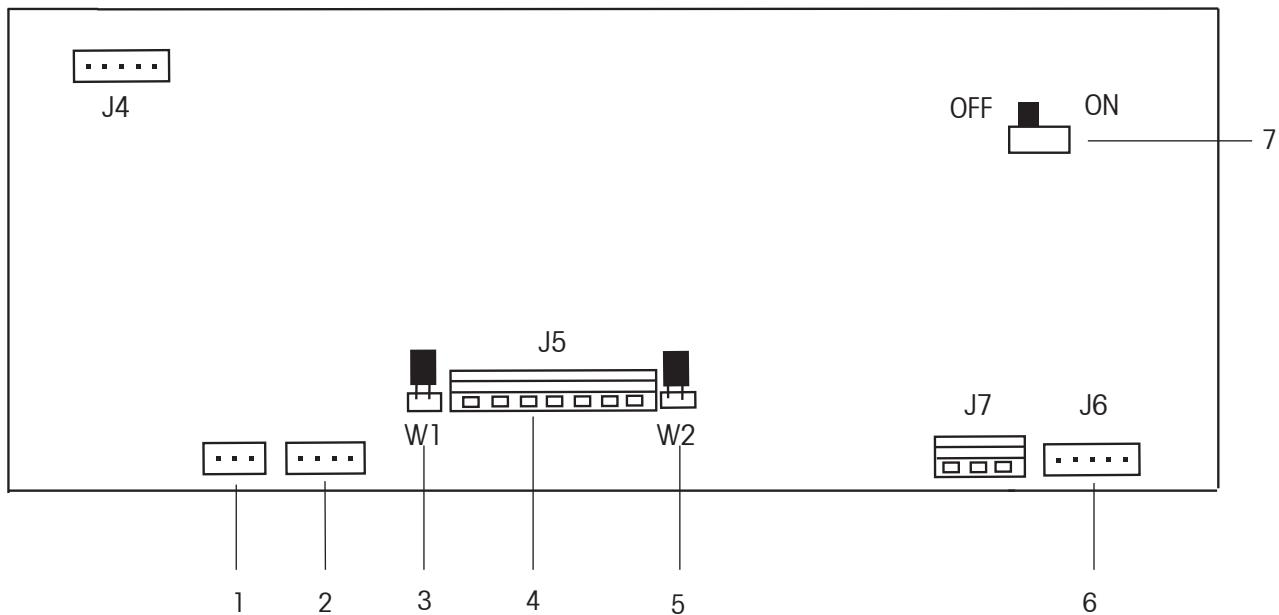

Figure 1-3. 主板.
将传感器线束穿入传感器线束孔 (Figure 1-1, item 10), 然后将线束连接到传感器接线端子 J5 (Figure 1-3, item 4). 重新旋紧传感器线束孔尼龙接头.